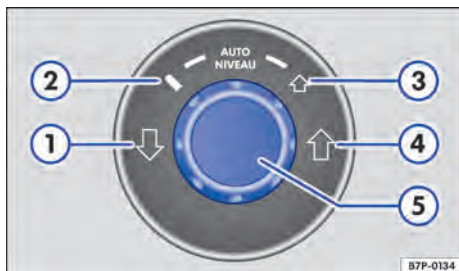

Fig. 243 No console central: interruptor rotativo para selecionar uma altura.
Legenda para ⇒ Fig. 243:
- Com o seletor, selecionar a *altura off-road* ⇒ Fig. 243 ③.